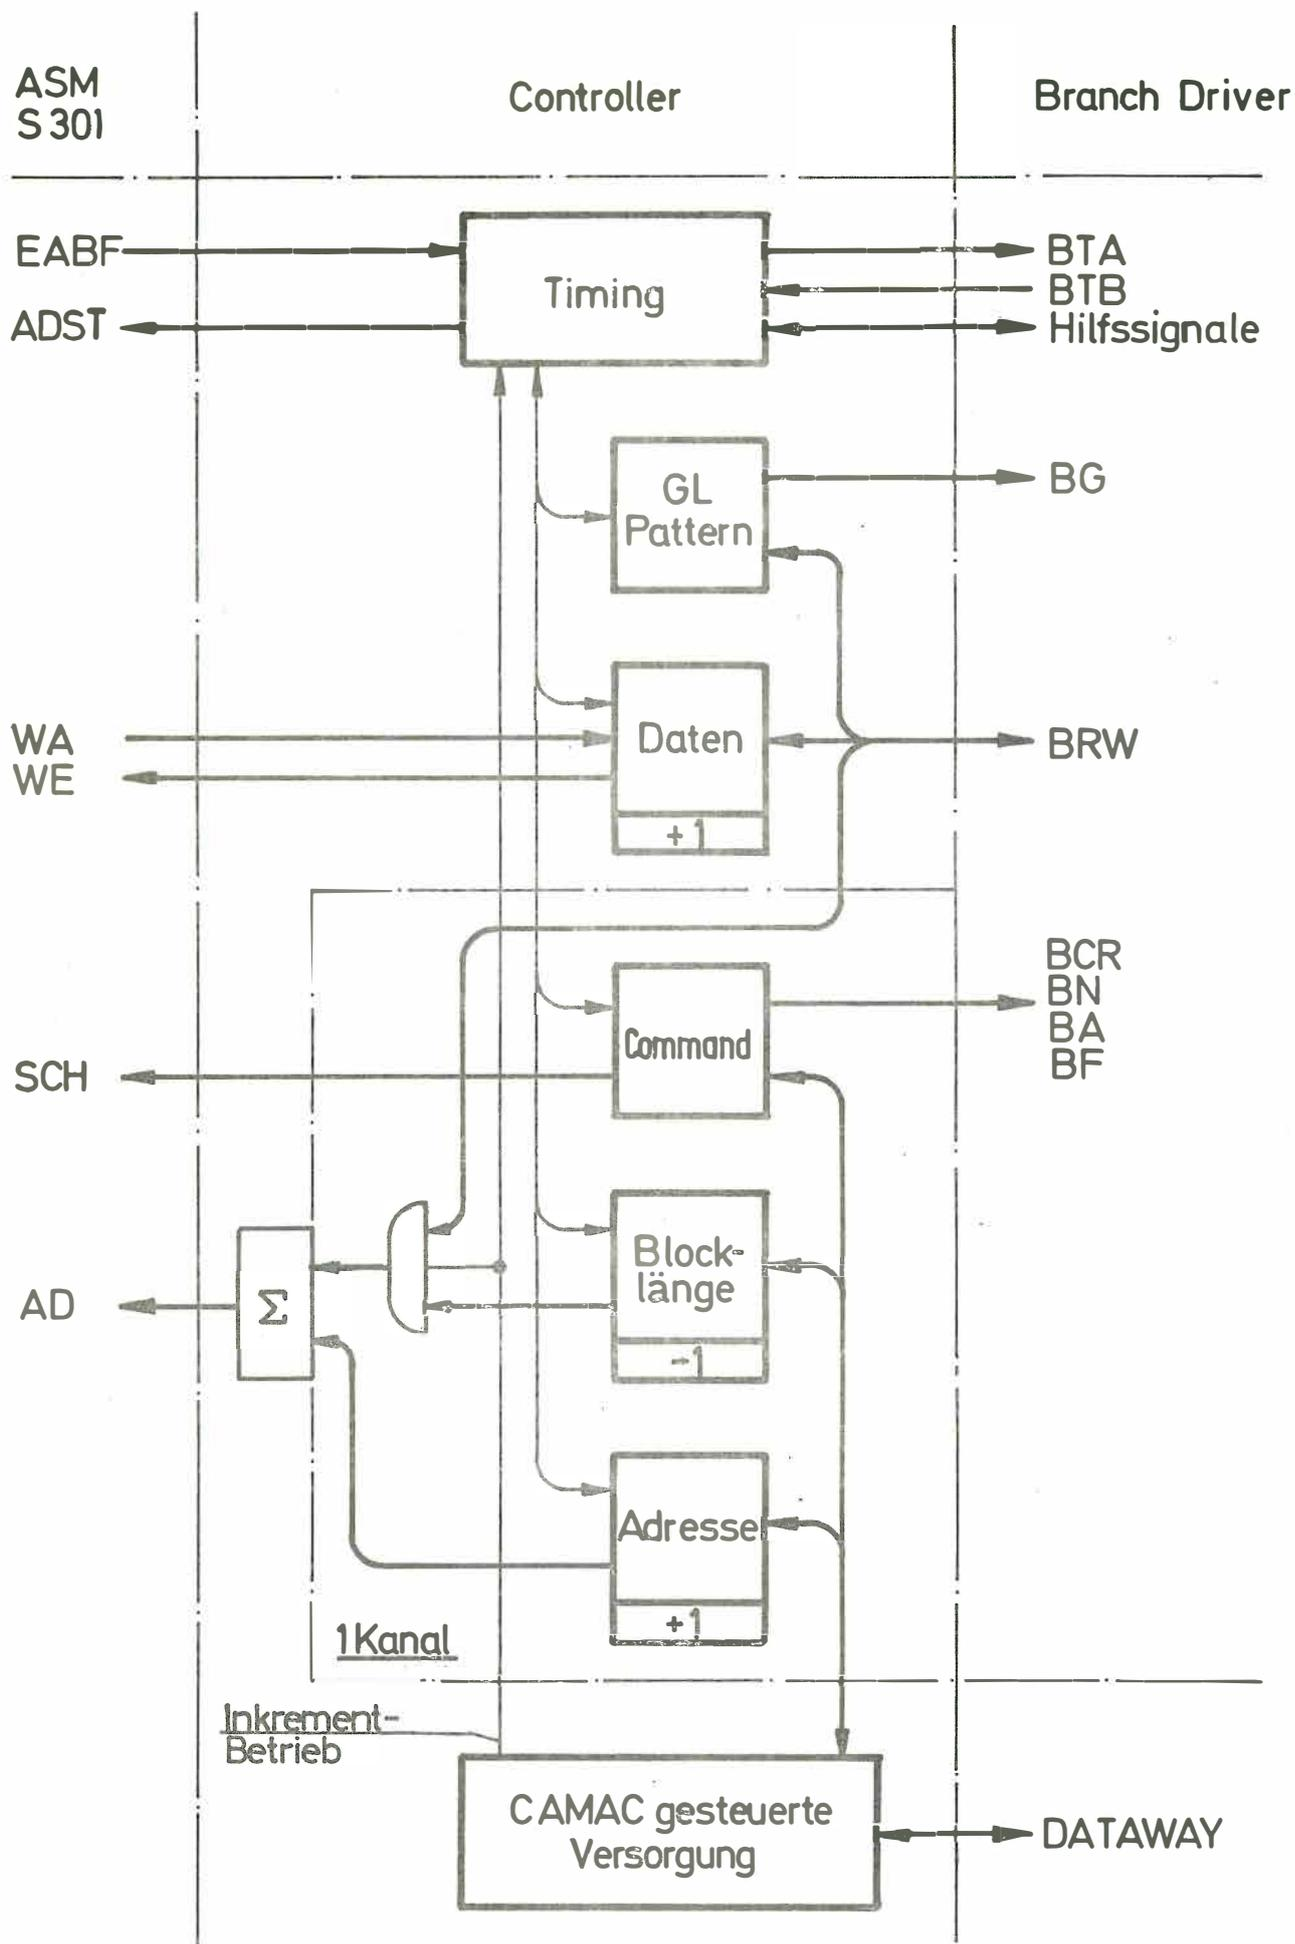

Fig. 3 Autonomer CAMAC Controller an der Arbeitsspeicher-Nahtstelle einer S 301 (Darstellung eines Kanals)
5. Der autonome Controller (siehe Fig.3)